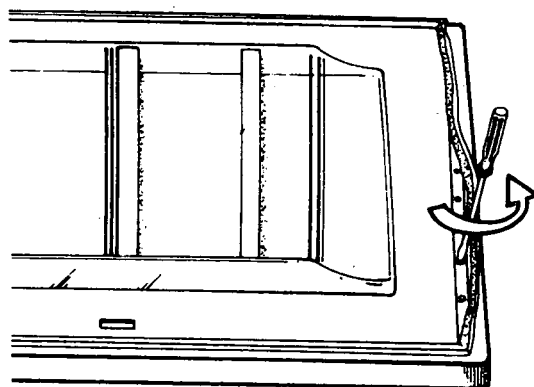

Fig. 2
- b Retire os parafusos de fixação da borracha, com uma chave de fenda (fig. 2).